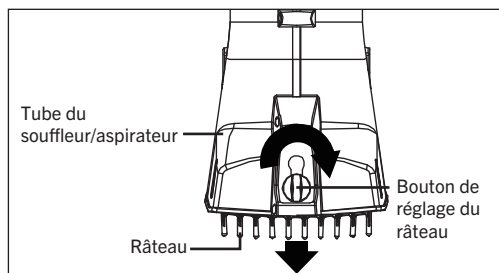

FIG. 9
1. Tournez le bouton de réglage du râseau pour déverrouiller le râseau, le bouton glissera vers le bas et le râseau s'étendra (Fig. 9).